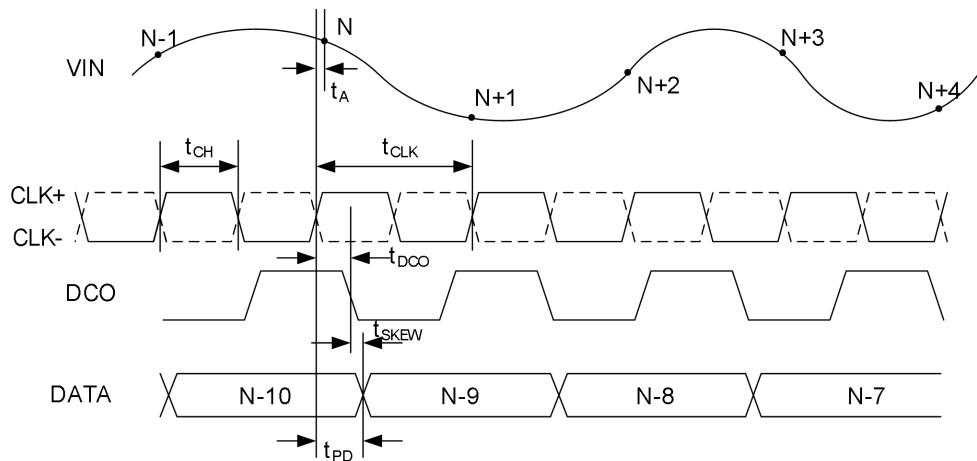

图 2. CMOS 输出数据时序
**TLX1520** 输出驱动器可以通过改变 **DRVDD** 电源配置为 **1.8V-3.3V CMOS** 逻辑系列接口。在 **CMOS** 输出模式下, 输出驱动器应能够提供足够的输出电流, 以便驱动各种逻辑电路。然而, 大驱动电流可能导致在电源信号中产生毛刺脉冲, 影响转换器的性能。因此在那些需要 **ADC** 来驱动大容性负载或较大扇出的应用中, 可能需要用到外部缓冲器或锁存器。默认输出模式为 **CMOS**, 各通道在单独的总线上输出, 如图 2 所示。